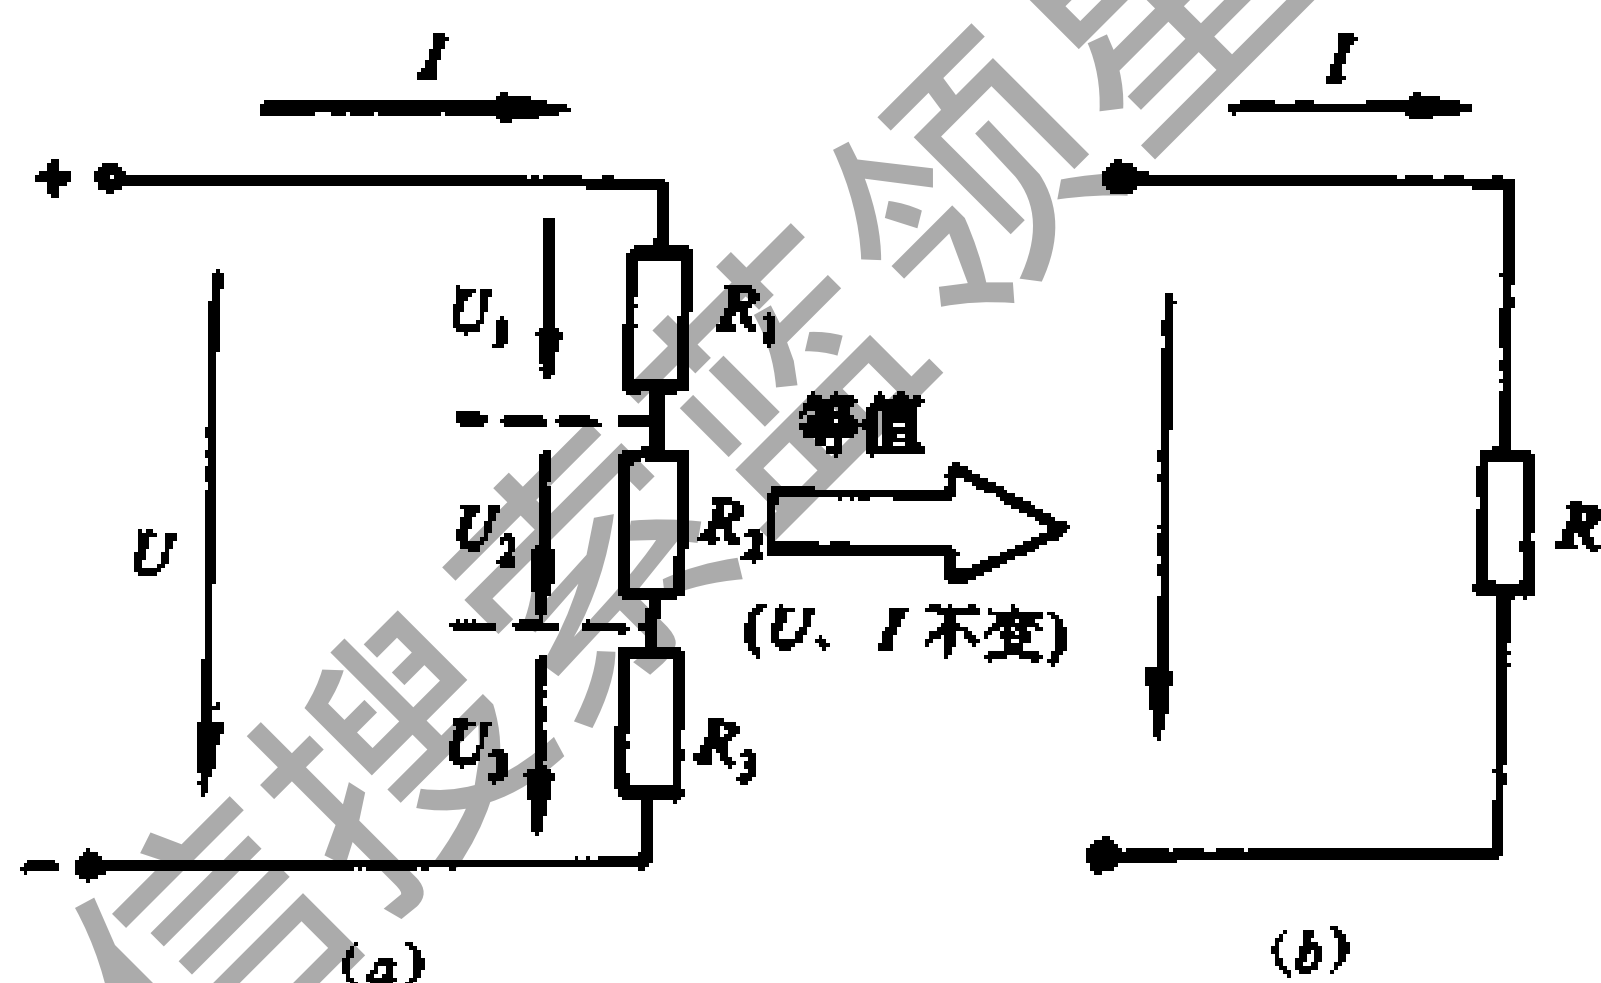

图 1—24 电阻的串联接线图
(3) 串联电路的总电压  $U$  除以电路的电流  $I$ ，称为电路的等效电阻或总电阻，用  $R$  代表，如图 1—24 (b) 所示，即
电阻的串联电路还可以起分压作用，能把电压分成所需大小的几部分。根据图 1—24，因为